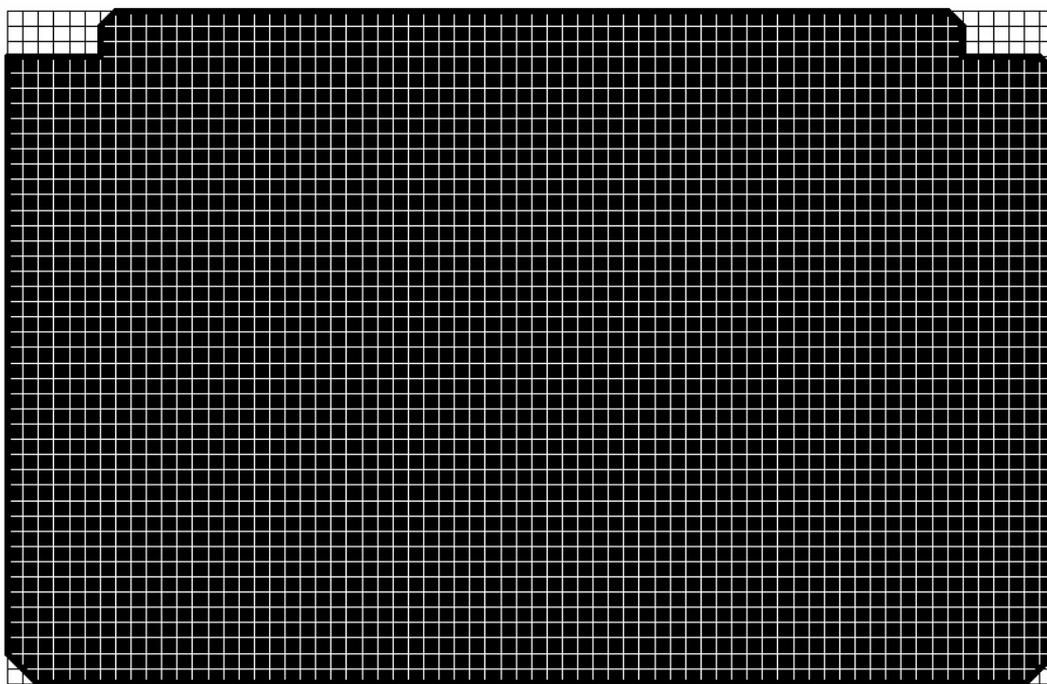

Рис. 4.8
Поскольку плата в стандарте УБНК1 имеет форму с вырезами и скосами на углах (рис. 4.8), нам предстоит выполнить ее доработку.
3. Провести курсором, со щелчками левой клавиши мыши, новый контур заготовки, в соответствии с имеющимся чертежом или эскизом. Курсор перемещается по узлам сетки захвата. Удобно, если при этом шаг одной из видимых сеток совпадает с шагом сетки захвата. Щелчком правой клавиши или клавишей Esc завершить операцию. Контур заготовки принимает новые очертания (см. рис. 4.8).